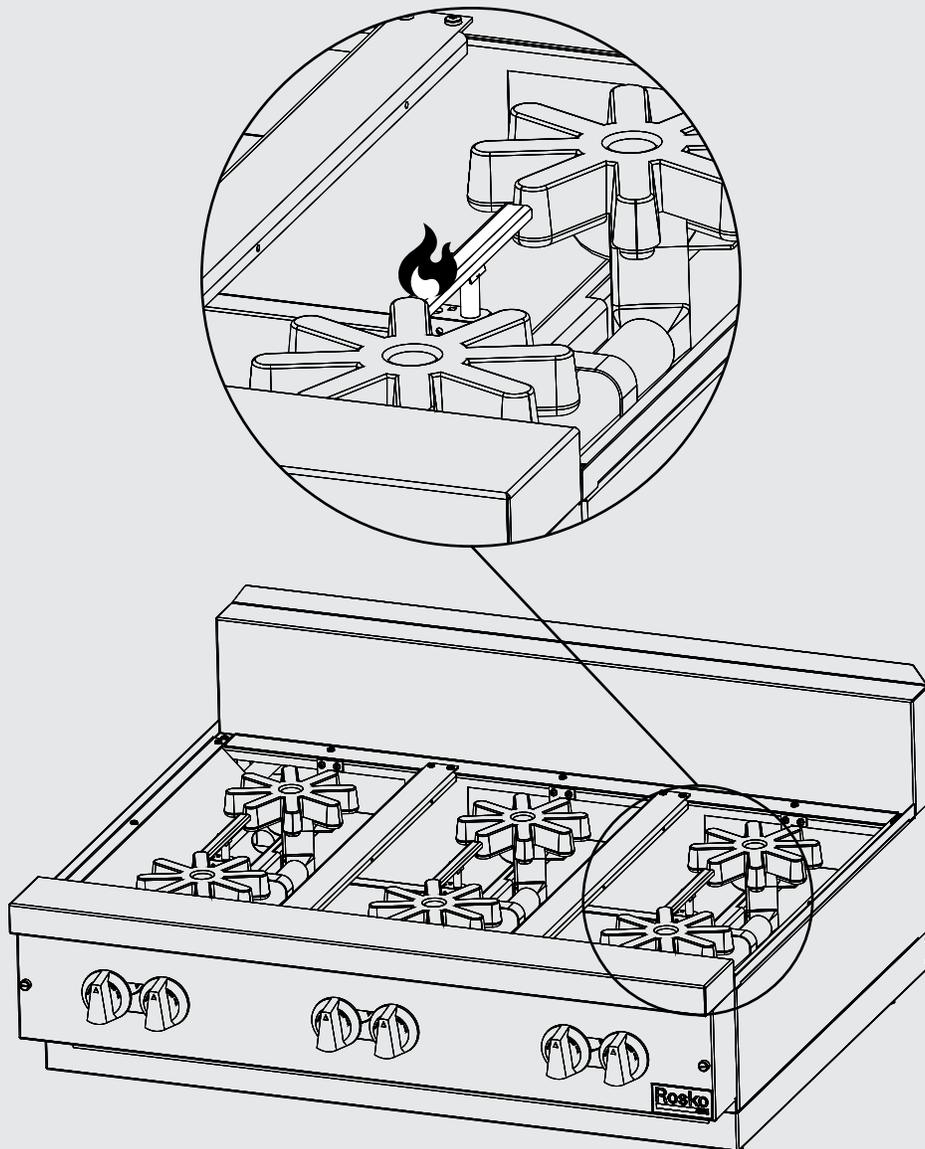

Figure 10
1. Tourner les contrôles infinis en position « OFF » et attendre cinq (5) minutes.
4. Allumer manuellement la ou les veilleuse(s). **(Figure 10)**